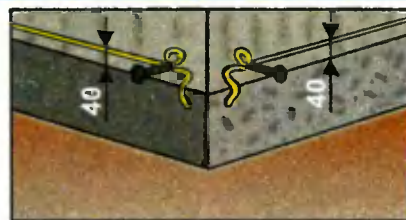

**Рис.3. Отбивка линии установки стартовой полосы.**
- Сначала найдите самую нижнюю точку старой обшивки на стене дома. Затем на 4,0 см выше этой точки забейте как можно ближе к углу дома гвоздь, но не до конца, а так чтобы его шляпка возвышалась над поверхностью на пару сантиметров (рис. 3).